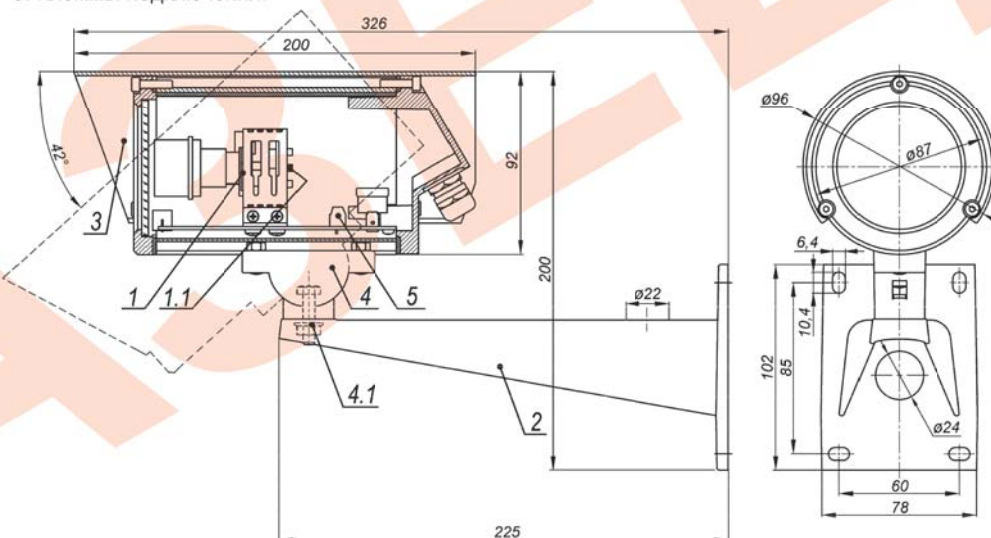

Рис.1 Состав изделия. Габаритные и установочные размеры
7. Ослабив болт (поз.4.1 рис.1) фиксации шарнира (поз.4 рис.1), установить видеокамеру на нужное направление обзора, после чего надёжно зафиксировать шарнир, затянув болт.
1. Установить кронштейн (поз.2 рис.1) на штатное место, закрепить на нём термокожух с видеокамерой (поз.1 рис.1).
4. При необходимости переключить режим видеостандарта с помощью кнопок, установленных на задней плате видеокамеры (поз.1.1 рис.1): «LEFT» – CVBS (NTSC, PAL), «UP» - AHD, «RIGHT» - TVI, «DOWN» - CVI. При нажатии удерживать 3 секунды.